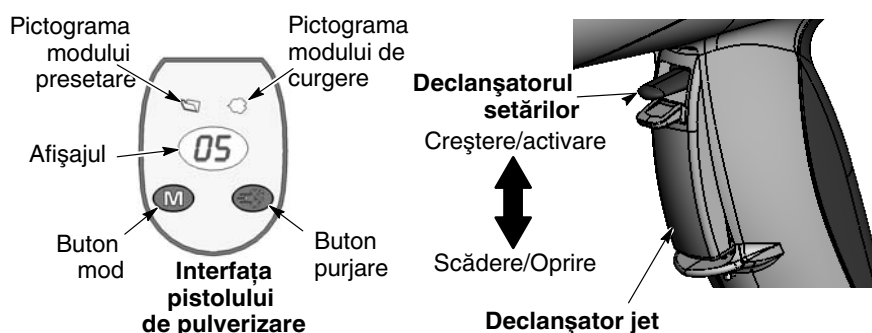

Figura 4-3 Comenzile pistolului
1. Vezi Figura 4-3. Eliberați declanșatorul de pulverizare. Presetările nu pot fi schimbate dacă pistolul este declanșat.
1. Vezi Figura 4-3. Apăsați și țineți apăsat butonul **Mod** până când pictograma **Modului de curgere** este aprinsă.
1. Vezi Figura 4-3. Îndreptați pistolul în interiorul cabinei și eliberați declanșatorul de pulverizare.